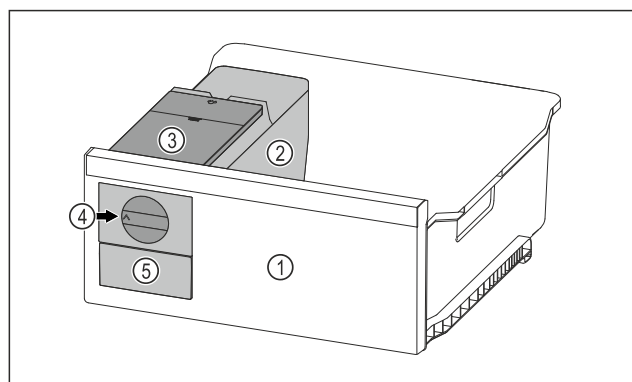

Fig. 78 Ilustrační zobrazení
- Otočte otočný knoflík Fig. 78 (4) ve směru hodinových ručiček až na doraz.
- Kostky ledu padají z misky na kostky ledu do zásuvky na kostky ledu *Fig. 78 (5)*. Pokud se ze misky na kostky ledu neuvolní všechny kostky ledu: